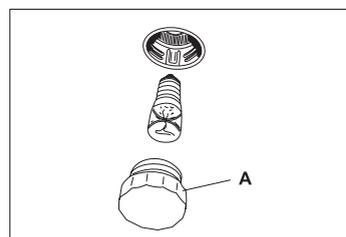

Fig. 4
2. Dès que le four a refroidi, dévissez le cache de l'ampoule en le tournant dans le sens inverse des aiguilles d'une montre **A** (fig. 4).